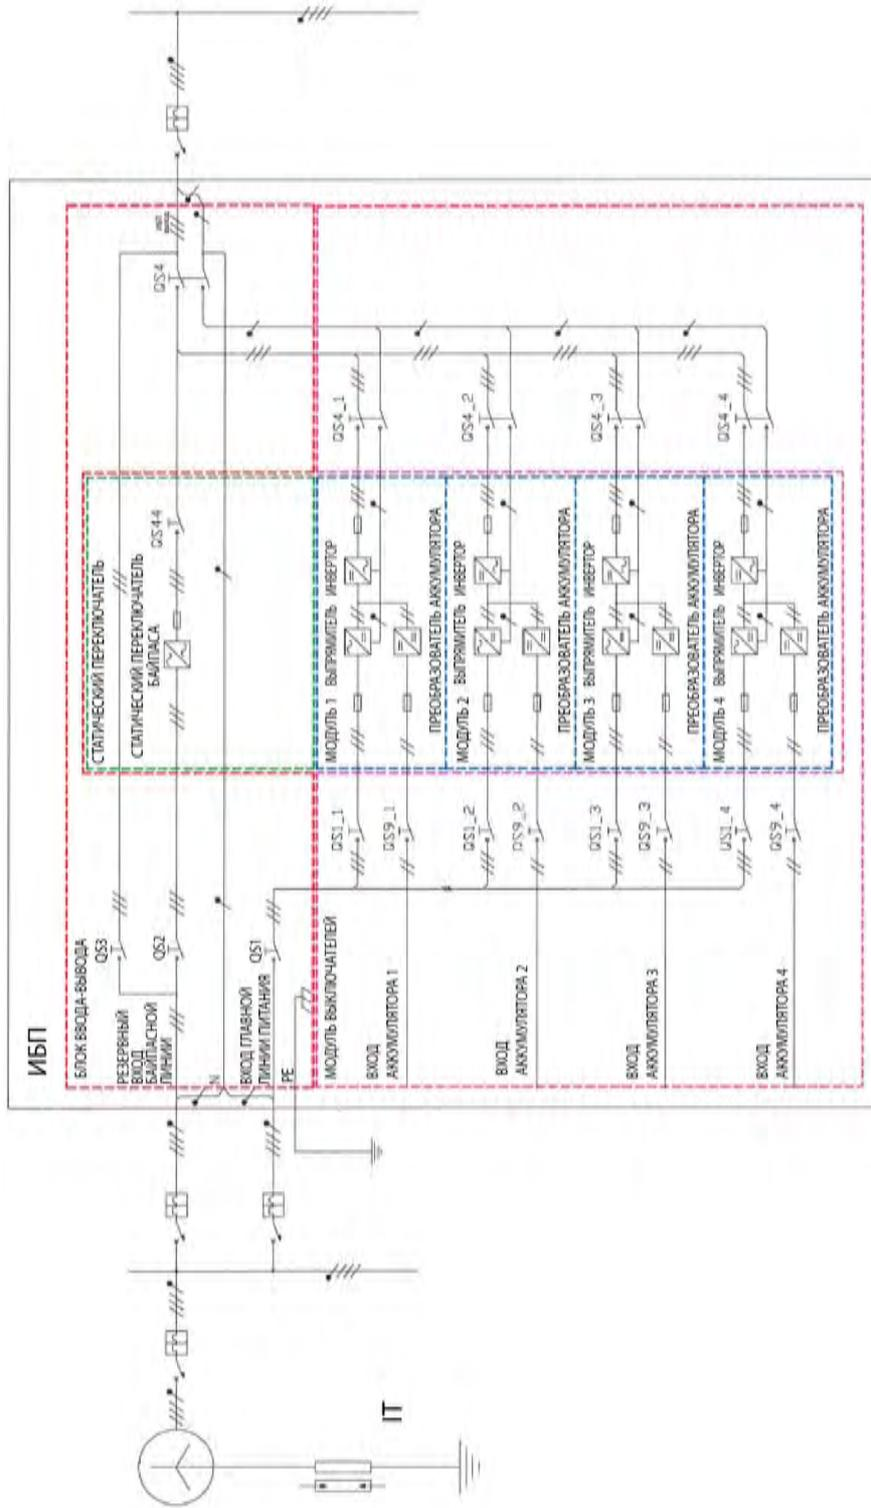

Рисунок 82 - Система распределения питания IT
- Система заземления и защитные провода - Liebert Liebert Trinergy™ Cube в «установке TN-C» (см. Рис. 80 - на стр. 73 и Рис. 82 - на стр. 75 - ЛЕГЕНДА: цветными линиями обозначены блоки):
Системы распределения питания типа IT изолированы от земли, за исключением того, что какая-то одна точка может быть соединена с землей через сопротивление или ограничитель напряжения. Элементы оборудования, нуждающиеся в заземлении, соединяются с электродами заземления в рабочих помещениях пользователя (см. Рис. 82 - на стр. 75).